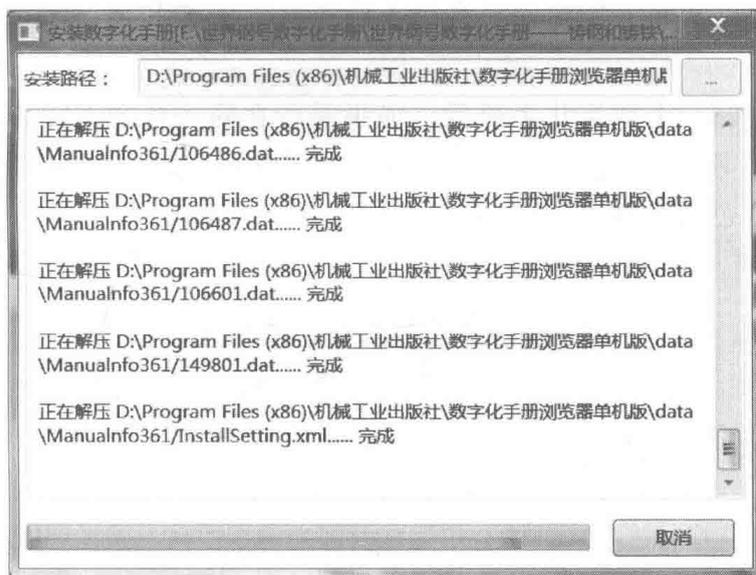

图 1-9 “安装数字化手册”对话框
8) 数字化手册浏览器安装完成后, 开始安装数字化手册(见图 1-9), 显示数字化手册的安装路径, 并验证安装包, 将数字化手册解压到指定目录。